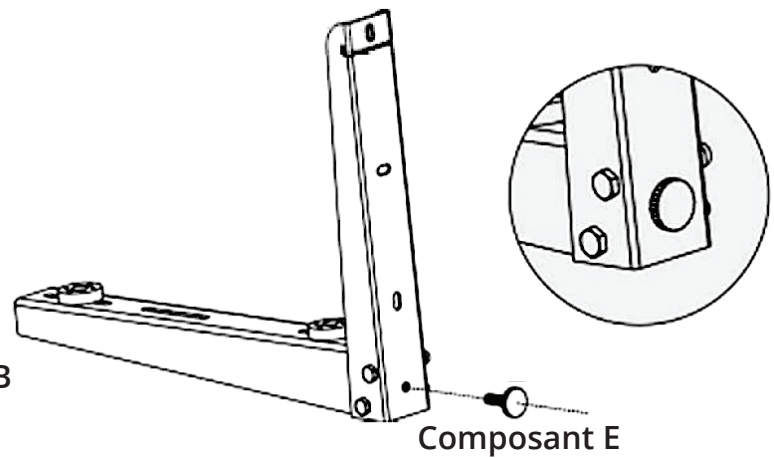

Fig. 2.2
3. Insérez le composant E dans le trou à la base de l'arrière du composant C. Veuillez vous référer à la Fig 2.2.